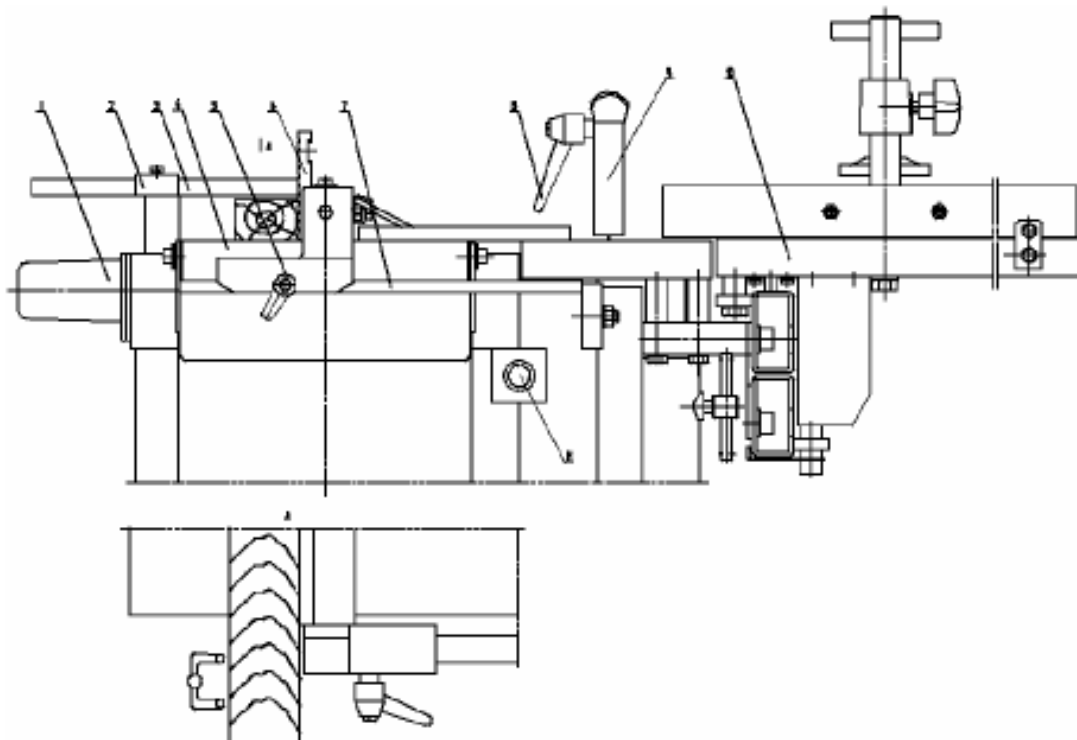
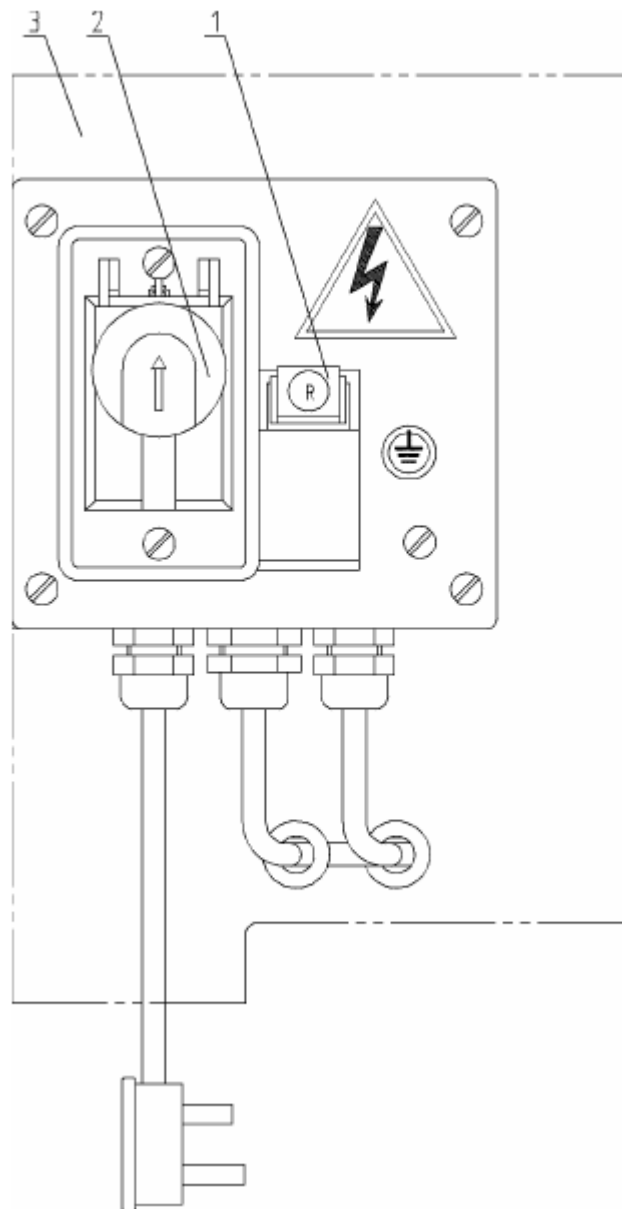

Рис. 9 Схема для фугования (для широкой заготовки)
Рис. 14 Схема установки переключателя
## 7.2 Фугование (Рис. 9)
Внимание: Расположите гладкую поверхность направляющей 7 влево (Рис. 9), снимите дисковую пилу, сверло, панель резцов и кожух фрезы. Установите защитный колпак пилы и защитный колпак оправки. Переведите кнопку 1 в положение R (Рис. 14).
- Оператор должен стоять так, как показано на Рис. 9. Инструкции по эксплуатации
- Выньте сверло и снимите дисковую пилу, установите кожух шпинделя 1 и защитный колпак 9 (Рис. 9)
- Установите кнопку 1 в рабочее положение. В случае возникновения внезапных неполадок или аварии нажмите на кнопку 2 (Рис. 14).
Внимание: Поверните поворотную кнопку 1 в положение R (Рис. 14). При резке под углом крепко зажмите заготовку (Рис. 5).
- Снимите дисковую пилу, установите защитный колпак пилы 9, как показано на Рис. 9. Накройте оправку оградительным устройством 3.
- Снимите кожух оправки 1 (Рис.9).
- Смените положение переключателя 1 в позицию R (Рис. 14). Направление подачи является аналогичным направлению пресс-строгания. Глубина фрезерования составляет около 3 мм. Макс. глубина составляет не более 5 мм.
- При наличии каких-либо неполадок нажмите на кнопку 2 (Рис. 14).